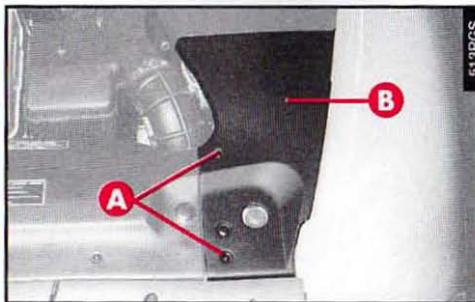

fig. 32
- Tourner les goujons de fixation (A-fig. 32) et enlever la couverture (B).